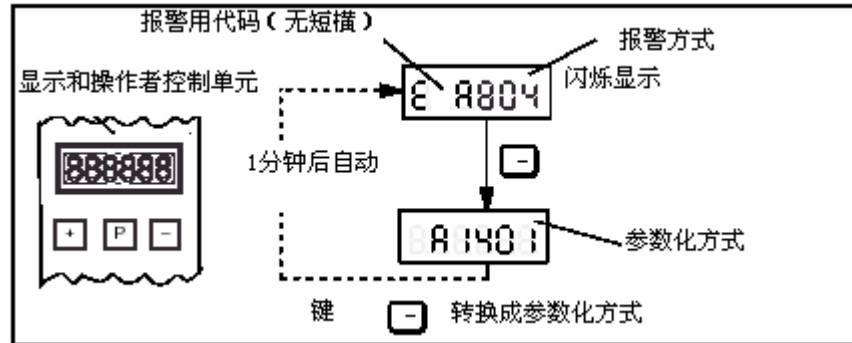

图 7-3 处理一个报警
1. 一个报警已经出现后，其显示情况具体如下（参见图 7-3）